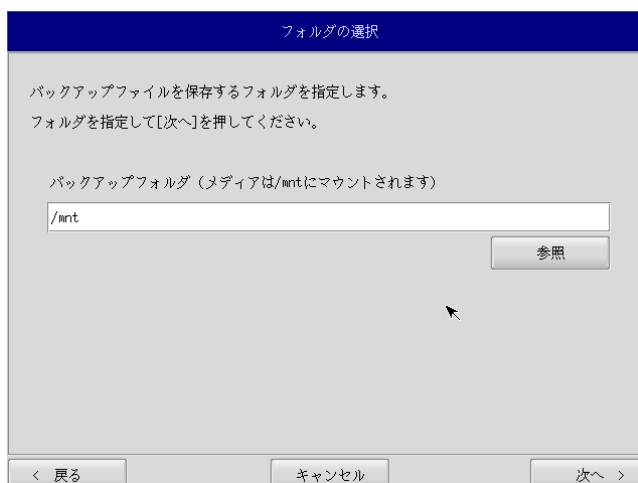

図 6-3-3. フォルダ選択画面
- ⑦ フォルダ選択画面（図 6-3-3）が表示されます。[参照]ボタンを押します。
- ⑨ フォルダ選択画面（図 6-3-3）で指定したバックアップフォルダが入力されていることを確認します。[次へ]ボタンを押します。